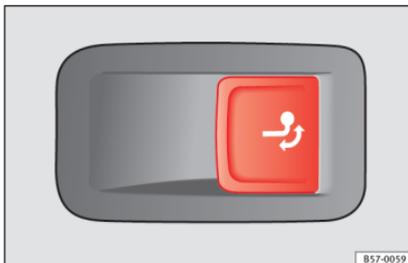

Abb. 199 Auf der rechten Seite im Gepäckraum: Taste zur Entriegelung des Kugelkopfes.
- Ziehen Sie kurz an der Taste »» **Abb. 199**. Der Kugelkopf wird automatisch entriegelt und dreht selbsttätig heraus. Die Kontrollleuchte der Taste blinkt »» **Abb. 199**.
- Ziehen Sie kurz an der Taste »» **Abb. 199**. Der Kugelkopf wird elektrisch entriegelt.
- Drehen Sie den Kugelkopf unter den Stoßfänger bis er hör- und fühlbar einrastet und die Kontrollleuchte der Taste »» **Abb. 199** dauerhaft leuchtet.
- Wenn die Kontrollleuchte der Taste »» **Abb. 199 blinkt**, ist der Kugelkopf noch nicht vollständig eingerastet oder beschädigt »» ⚠.
» Abb. 199, wenn ein Anhänger oder ein Gepäckträger oder anderes Zubehör auf dem Kugelkopf eingehängt ist.